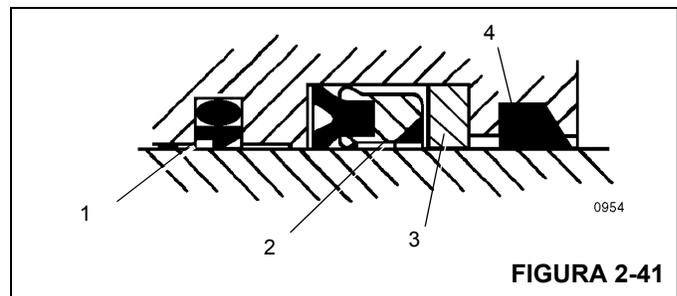

FIGURA 2-41
5. Instale el anillo frotador, el anillo de respaldo, el sello profundo en Z de varilla, el conjunto del sello intermedio y los anillos de desgaste en el interior de la cabeza del cilindro Figura 2-41.